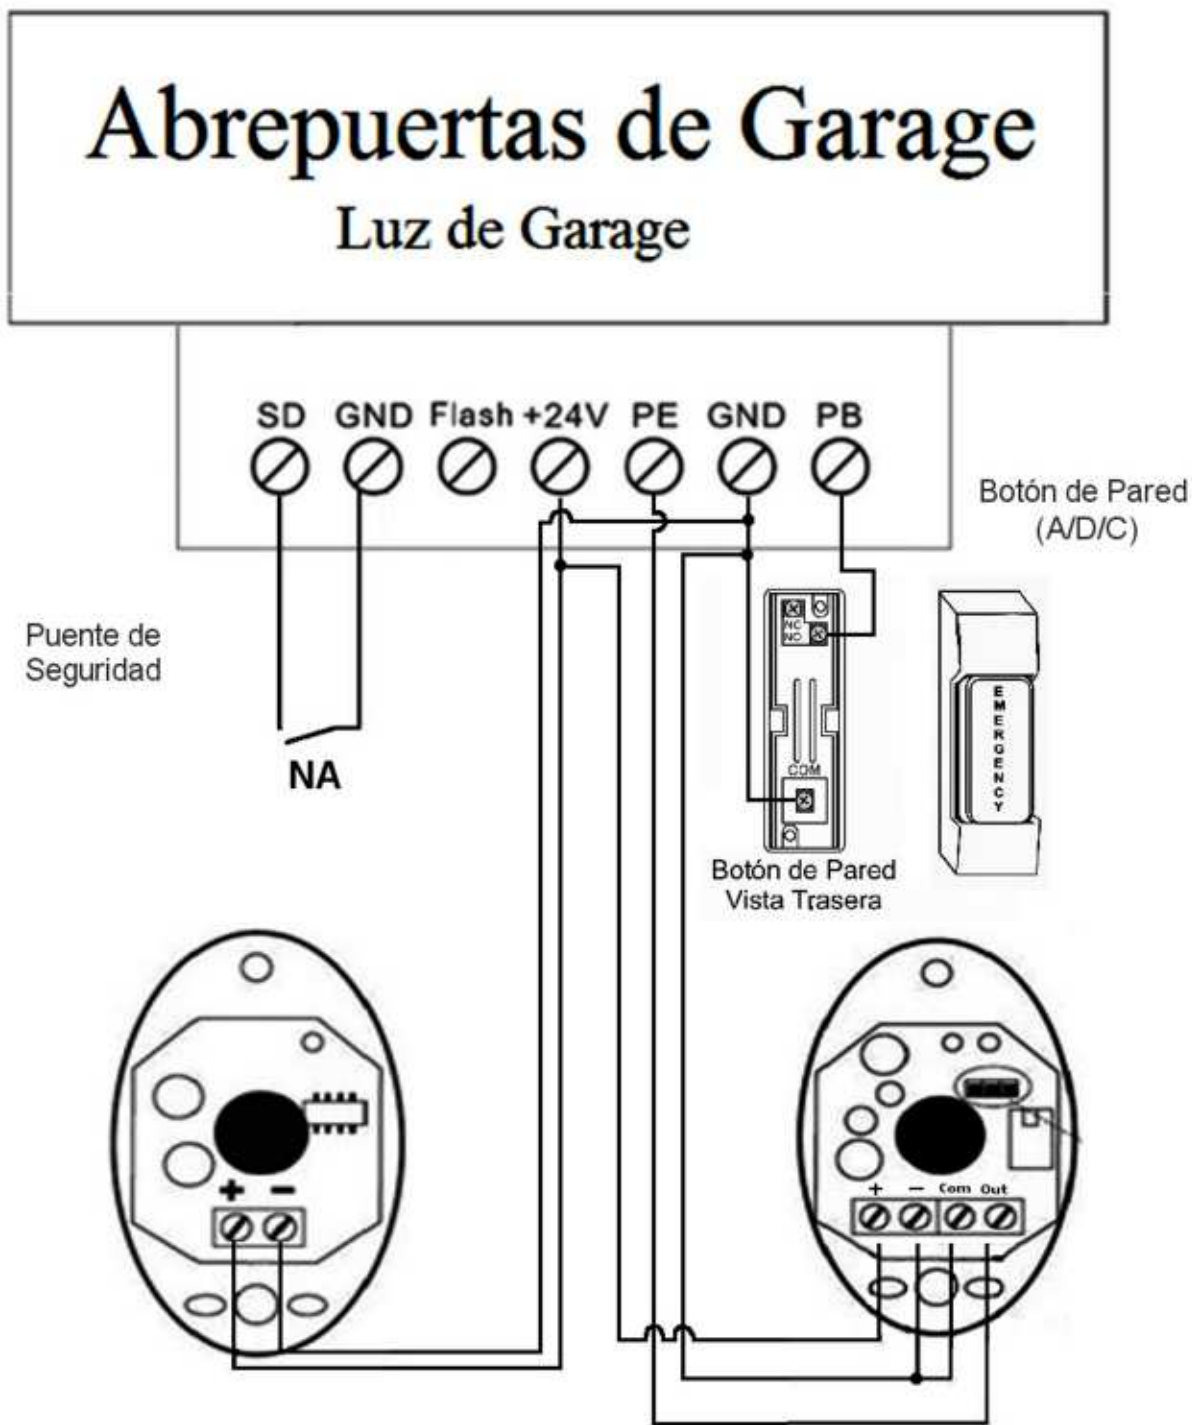

Fig. 26
NOTA: Asegúrese que las Foceldas estén bien instaladas y utilice contactos normalmente cerrados para conectar a las terminales del Abrepuertas de Garage. Como se muestra en Fig.24 y Fig.26
7.1.3. Conexión de Punte de Seguridad, Fococeldas, Botón de Pared (Fig.26).